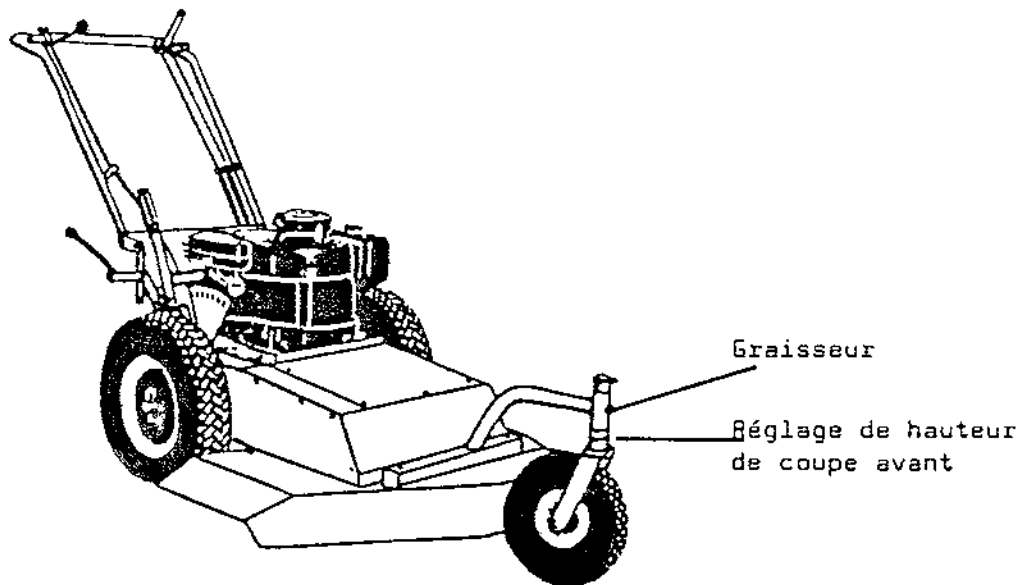

Figure 2
- B. Roue avant pivotante  $\varnothing$  260 mm (voir fig. 2 & 3) - système de réglage à 5 positions par déplacement d'entretoises de différentes épaisseurs, de 30 à 85 mm.
2. Pour la tonte de vergers ou de parcs encombrés de nombreux arbres, monter le col de cygne avec roue pivotante (fig. 2), très maniable pour contourner les arbres, les parterres, etc. :